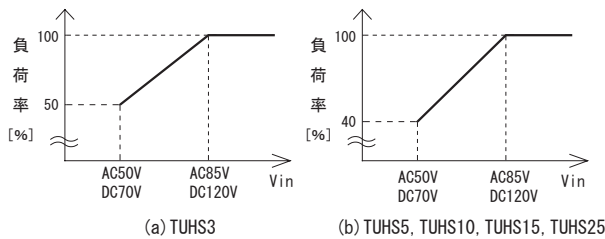

図4.1 入力ディレーティング
- AC85V未満またはDC120V未満では、図4.1の入力ディレーティングをとることで連続動作が可能になります。